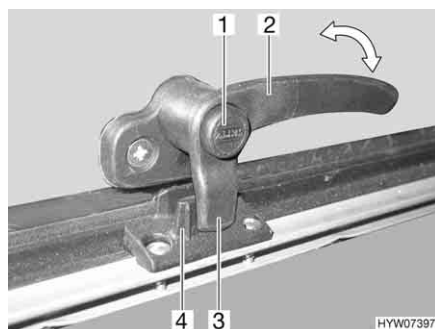
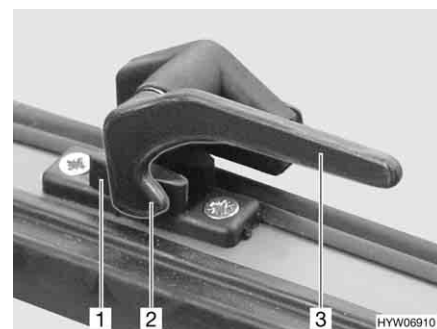

Fig. 102 Palanca de bloqueo con botón de seguridad en la posición de "cerrado"
Fig. 103 Palanca de bloqueo en la posición de "cerrado"
- Si existe, pulsar el botón de seguridad (Fig. 102,1) y mantenerlo pulsado.
- Girar toda la palanca de bloqueo (Fig. 102,2 ó Fig. 103,3) un cuarto de vuelta hacia el centro de la claraboya.
- Girar todas las palancas de bloqueo (Fig. 102,2 ó Fig. 103,3) un cuarto de vuelta hacia el marco. El saliente de bloqueo (Fig. 102,3 ó Fig. 103,2) se encuentra en la cara interior del bloqueo de la claraboya (Fig. 102,4 ó Fig. 103,1).
- En la posición "cerrada fijamente" (Fig. 102 y Fig. 103)